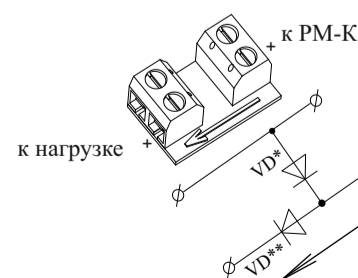

Рисунок 3
5.7 Устройство подключения нагрузки состоит из аналогичных диодов, установленных на плату с клеммными колодками (Рисунок 3).